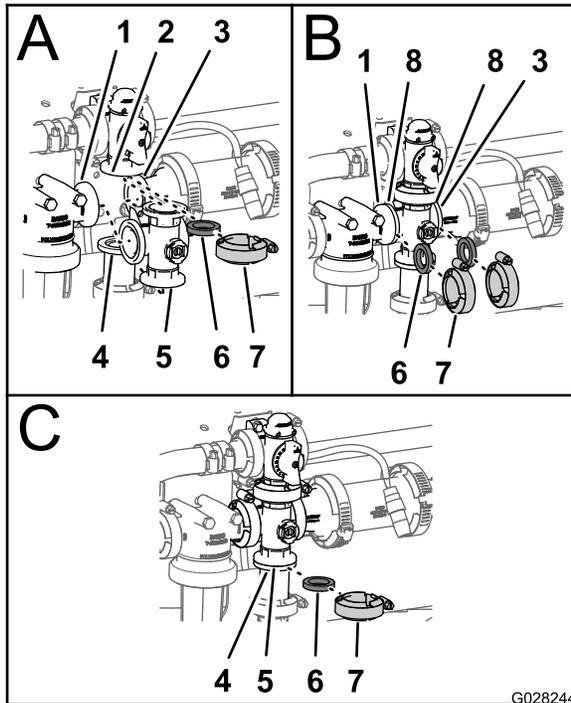

Figure 87
1. Alignez la bride de la vanne de dérivation d'agitation, 1 joint et la bride de raccord d'embout de la tubulure de vanne d'agitation (A de Figure 87).
2. Montez la vanne de dérivation d'agitation, le joint et la tubulure de vanne d'agitation avec un collier serré à la main (A de Figure 87).
3. Placez 1 joint entre les brides de la tête du filtre sous pression et de la tubulure de vanne d'agitation (B de Figure 87).
4. Montez la tête du filtre sous pression, le joint et la tubulure de vanne d'agitation avec un collier serré à la main (B de Figure 87).
5. Placez 1 joint entre les brides de la tubulure de vanne d'agitation et de l'accouplement réducteur (B de Figure 87).
6. Montez la tubulure de vanne d'agitation, le joint et l'accouplement réducteur avec un collier serré à la main (B de Figure 87).
7. Placez 1 joint entre les brides de la tubulure de vanne d'agitation et le raccord adaptateur du régulateur de pression d'agitation (C de Figure 87).
8. Montez la tubulure de vanne d'agitation, le joint et le raccord adaptateur avec un collier serré à la main (C de Figure 87).